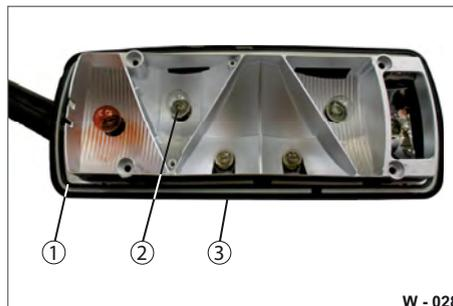

Abb. 30 Heckleuchte geöffnet
- ▶ Setzen Sie die äußere Lichtscheibe dicht auf das Gehäuse (Abb. 30/3).
- ▶ Achten Sie auf den richtigen Sitz der Dichtung (Abb. 30/1). Erneuert Sie beschädigte / gerissene Dichtungen.